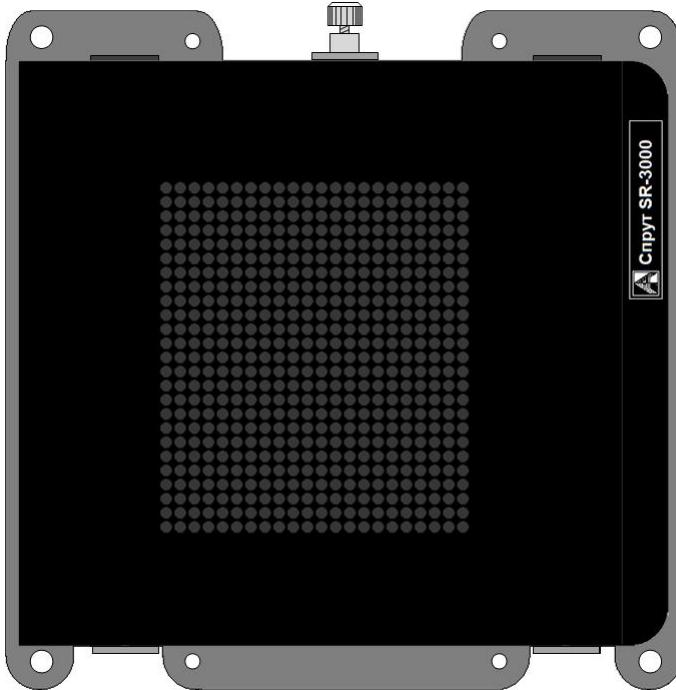
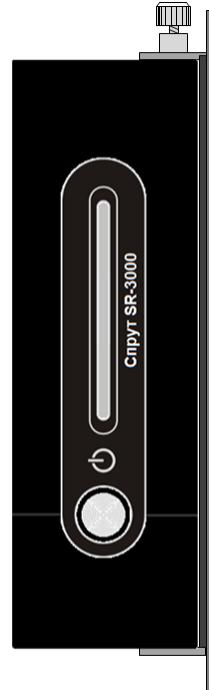
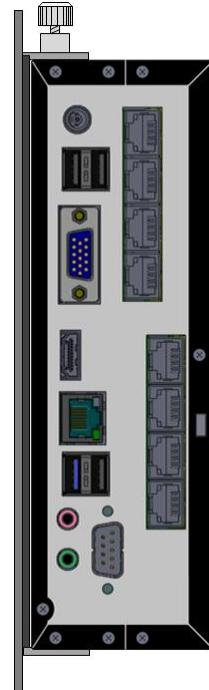

Рис. 21 Спрут SR-3000, размещенный на креплении, вид спереди, лицевая сторона обращена вправо.
Рис. 22 Спрут SR-3000, размещенный на креплении, вид справа.
Рис. 23 Спрут SR-3000, размещенный на креплении, вид слева.
4. Прижать Спрут SR-3000 к выступающим площадкам крепления, совмещая шпеньки крепления с вентиляционными отверстиями боковой стороны устройства (Рис. 21, Рис. 22, Рис. 23).